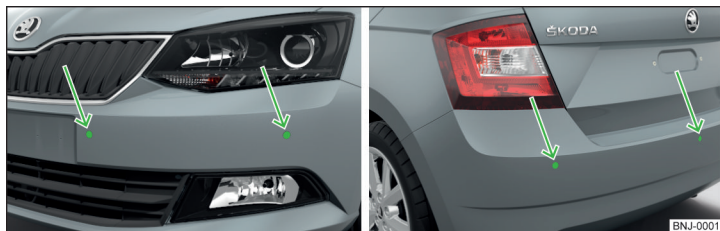

Fig. 115 Locul de amplasare al senzorilor cu ultrasunete: față/spate
Sistemul calculează cu ajutorul undelor de ultrasunete distanța dintre bara de protecție și un obstacol. Senzorii cu ultrasunete se găsesc în bara de protecție spate, respectiv și în bara de protecție față, în funcție de dotarea autovehiculului » fig. 115 la pagina 119.
- Mențineți senzorii sistemului » fig. 115 la pagina 119 curați, fără zăpadă sau gheață și nu îi acoperiți cu niciun fel de obiecte, pentru a nu limita funcționarea sistemului.